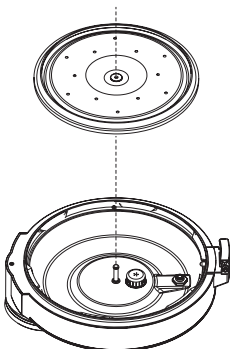

Bild 22
Schließen des Deckels. Ehe Sie den Deckel schließen, sollten Sie überprüfen, dass der Dichtungsring ⑨ gut eingelegt wurde. Drehen Sie etwas mit dem Anti-Block-Schild ⑦, damit Sie sich vergewissern können, dass dieser am Stahlring sitzt. Deckel durch Drehen entgegengesetzt dem Uhrzeigersinn schließen, bis Sie einen Klickton hören (Bild 22, 23).